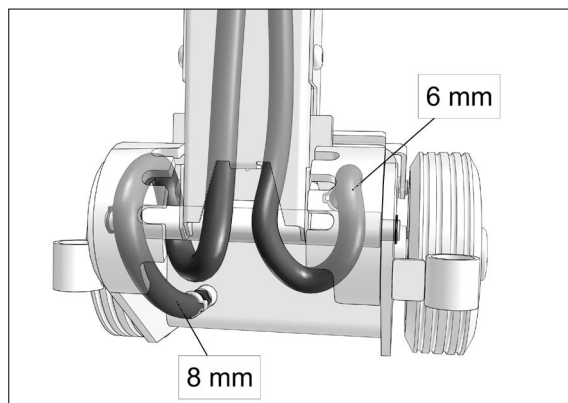

Fig. 1
**VIGTIGT:** Slangerne skal snos om håndtagets lejerør som vist på detailtegning (Fig. 1).
**IMPORTANT:** The hoses must be twisted around the tube as shown on the photo (Fig. 1).